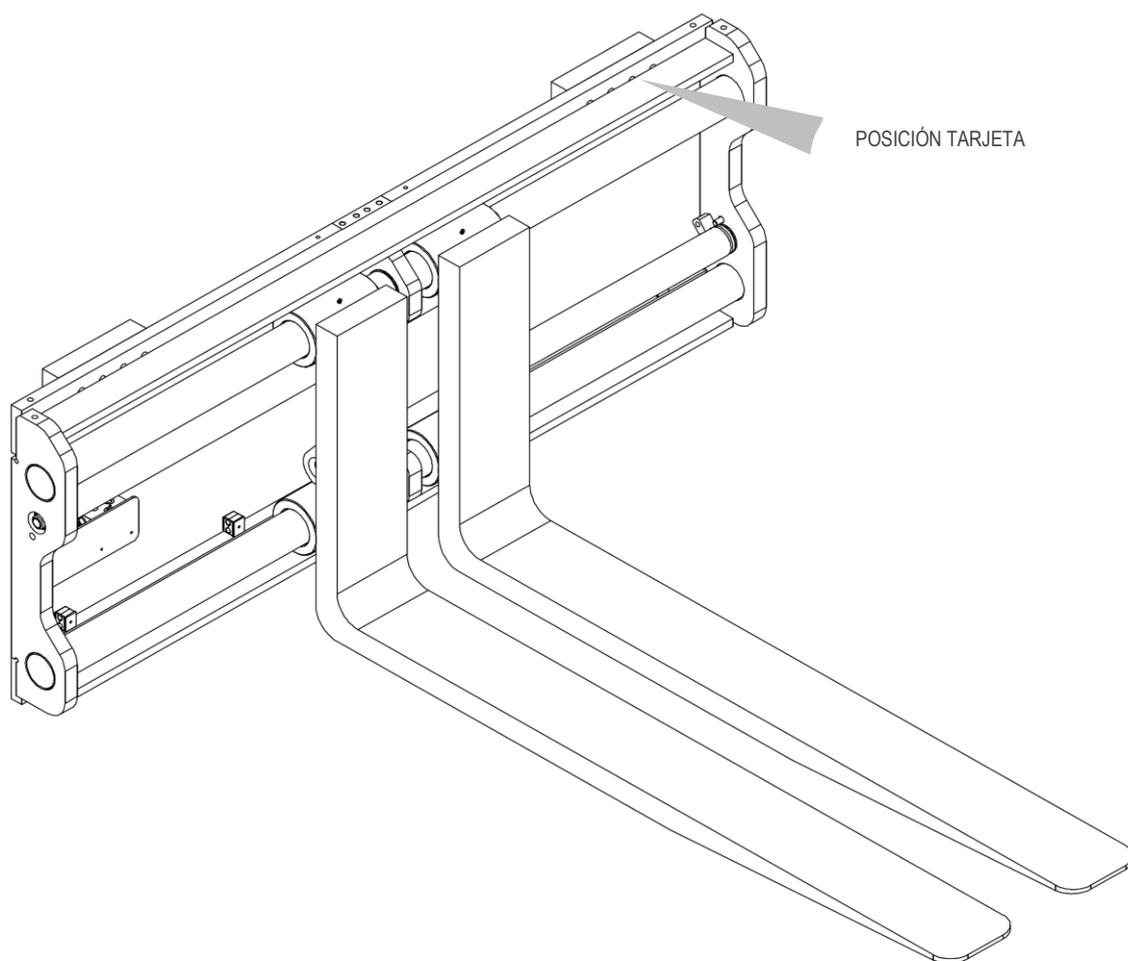

Figura 1
Todos los equipos A.T.I.B. – POSICIONADOR DE HORQUILLAS CON DOBLE PALANCA TIPO 673 son identificados de una tarjeta adhesiva (mira *Tabla 1*) puesta sobre el equipo (mira *Figura 1*, la tarjeta en todos los tipos se coloca en el área indicada en la figura), siempre referirse a la matricula
Utilice correas o cadenas del tamaño adecuado para el peso del equipo indicado en la tarjeta (mira *Figura 1* y *Tabla 1* a pag.6).
10. Conecte el circuito hidráulico; asegurándose de que la presión de trabajo de las tuberías sea superior o igual a la indicada en la tarjeta identificadora (mira *Figura 1* y *Tabla 1* a pag.6).